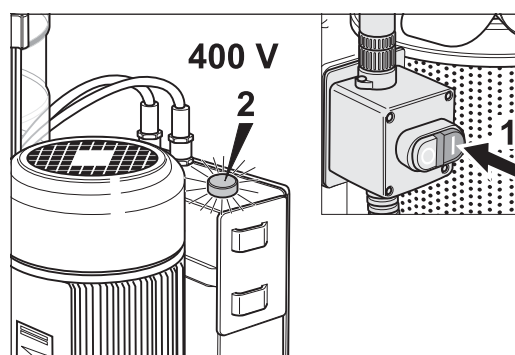

Abb. 20 Der Motor läuft nicht an, nachdem der **grüne** Schalterknopf (1) gedrückt wurde und die Lampe am Schaltkasten leuchtet (2).
Läuft der Motor nicht an, nachdem der **grüne** Schalterknopf (1) (Abb. 20, 1) gedrückt wurde und die Lampe am Schaltkasten leuchtet (Abb. 20, 2), muss die Drehrichtung des Motors geändert werden. Dazu gehen Sie folgendermaßen vor: